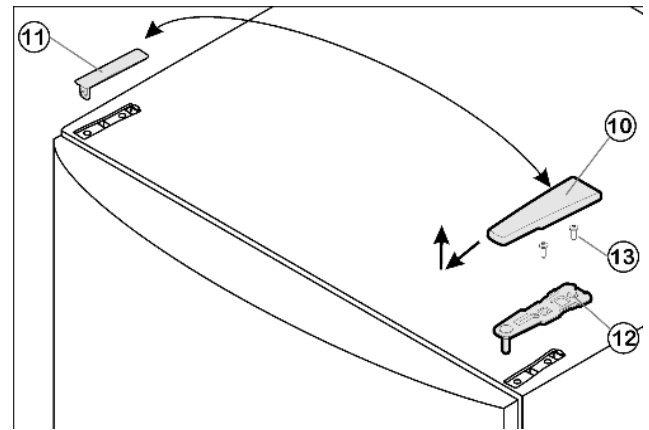

Fig. 4
- Abdeckung Fig. 4 (10) nach vorne und oben abziehen.
- Abdeckung Fig. 4 (11) abheben.
- Oberen Lagerbock Fig. 4 (12) abschrauben (2 mal Torx 25) Fig. 4 (13) und nach oben abziehen.
- ▶ Oberen Lagerbock Fig. 4 (12) auf der neuen Scharnierseite in die Tür einsetzen.
- ▶ Oberen Lagerbock Fig. 4 (12) festschrauben (2 mal Torx 25) Fig. 4 (13). Schraublöcher evtl. vorstechen oder Akkuschauber verwenden.
- ▶ Abdeckung Fig. 4 (10) und Abdeckung Fig. 4 (11) jeweils auf der Gegenseite aufrasten.